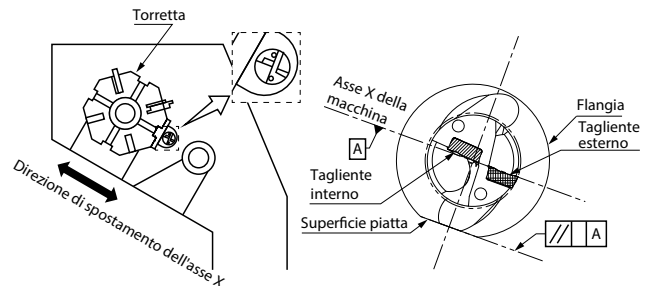
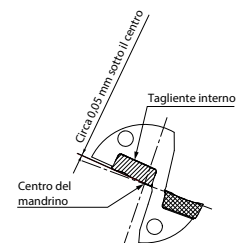

Fig. 1 Installato nel tornio
Fig. 5 Vista anteriore della punta
- Allineare il punto "0" presente sulla boccola di regolazione con segno di riferimento contrassegnato sul corpo punta. (Fig. 1)
2. Si consiglia di impostare l'inserito esterno come mostrato in Fig. 1, con l'inserito esterno di fronte all'operatore. (Fig. 1)
- Quando si installa l'inserito interno come mostrato in Fig. 1, questo viene impostato circa 0,05 mm al di sotto del centro del mandrino. (Fig. 5)